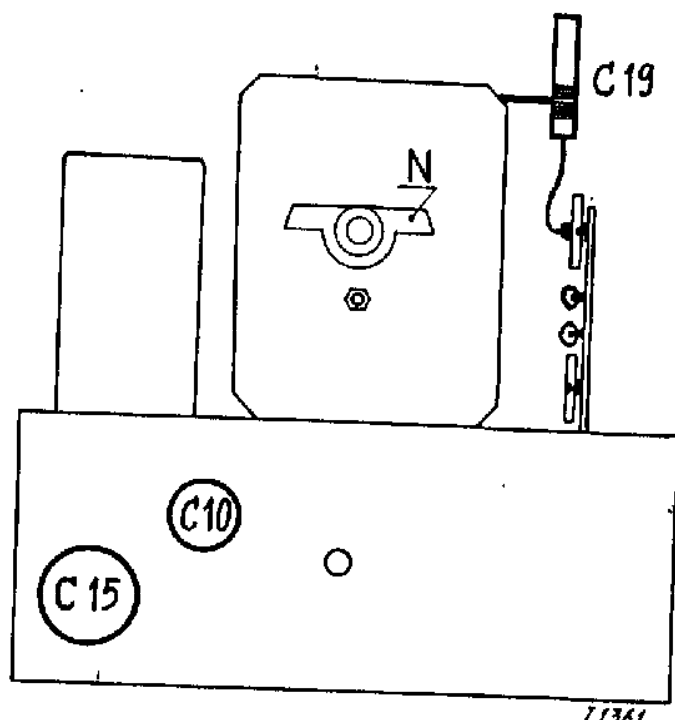

FIG. 3
A. Afregelen van C19 (fig.3).
B. Instellen van de schaal (fig.3).